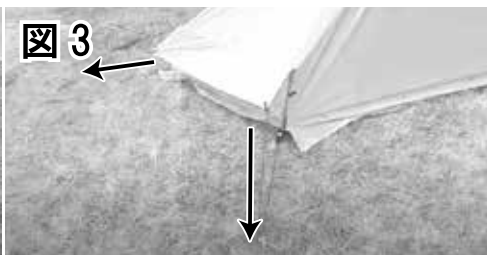

図 3
- ③ 背面用ロープを後方斜め 45 度に引っ張ってペグダウンします。(図 3)